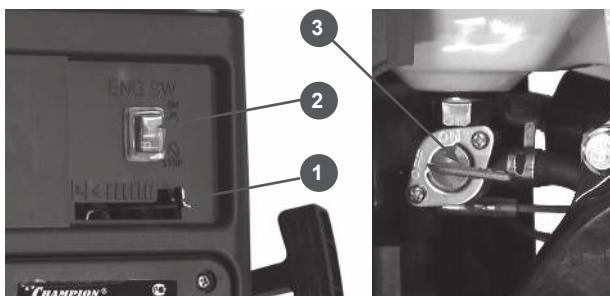

Рис.12
2. Закройте воздушную заслонку (переведите рычаг (1) Рис.12 влево до упора).
3. Выключатель зажигания(2) установите в положение ON(Включено).